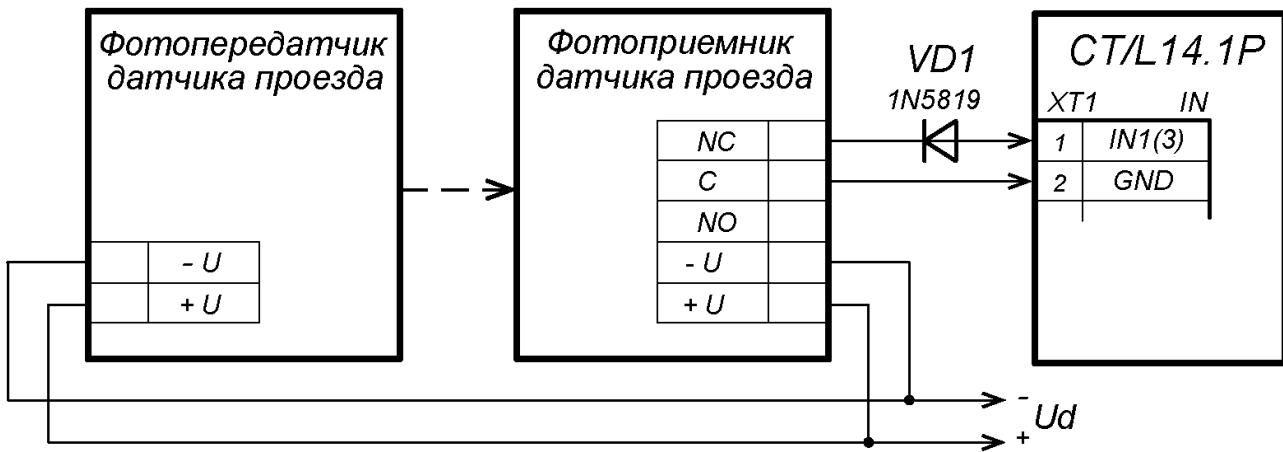

Рисунок 10. Пример схемы подключения датчиков проезда
3. Датчик проезда подключается к клеммной колодке **XT1** нижней платы контроллера согласно схеме, представленной на рис. 10. Для подключения используйте тип кабеля №4 (см. табл. 4). При подключении нескольких датчиков их выходы включаются последовательно.